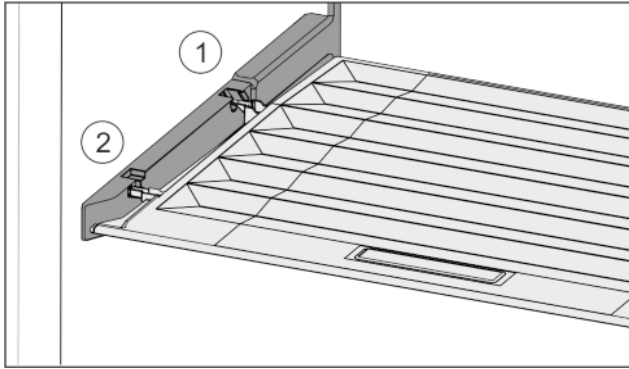

Fig. 34
- ▶ Вставить поперечные ребра крышки через отверстие заднего держателя Fig. 34 (1) и защелкнуть спереди в держателе Fig. 34 (2).